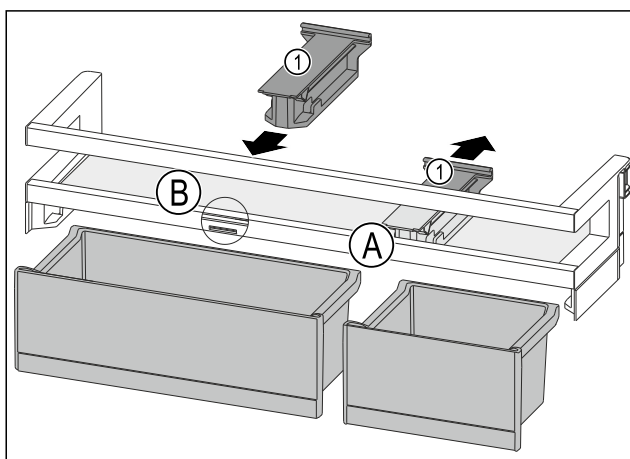

Fig. 118
- ▶ Halteteil Fig. 118 (1) in Position Fig. 118 (A) nach hinten abziehen.
- ▶ Halteteil Fig. 118 (1) in Position Fig. 118 (B) einsetzen.